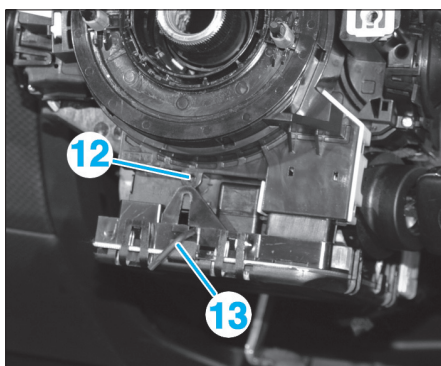

Fig. 35
- Déposer la vis (12) et déverrouiller la partie avant du calculateur de colonne de direction (pour cela, introduire une tige (13) de Ø 2,5 mm sur environ 45 mm) (Fig.35).